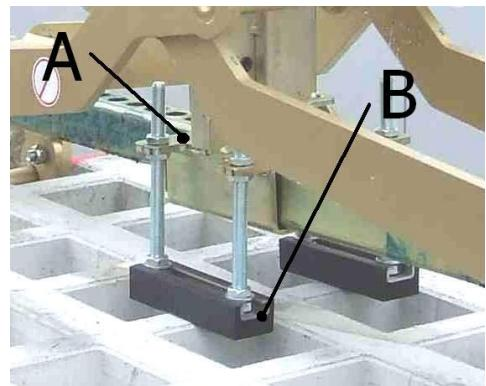

Fig. 1
Quando si utilizza l'apparecchio con elementi posti l'uno sopra l'altro, per la presa di singole lastre in pietra (poste l'una sopra l'altra), suggeriamo di utilizzare l'accessorio "supporto di regolazione dell'altezza"! – vedi Fig. 1
Quindi, l'altezza di presa deve essere regolata nuovamente per il sollevamento di elementi delle stesse dimensioni (vedi Fig 1).
- Il "supporto di regolazione dell'altezza (B)" è attaccato al "piastrela di montaggio del supporto (A) di regolazione dell'altezza" → vedi Fig. 1
- Regolare il "supporto di regolazione dell'altezza (B)" con viti di regolazione e verificare che entrambi i "supporti di regolazione dell'altezza (B)" abbiano la stessa altezza e che le barre dei tamponi siano posizionate al centro dello spessore della pietra. → vedi Fig. 1